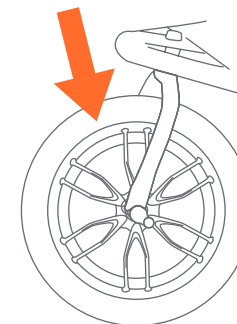

Fig. 23
23) • Soulevez la roue avant du sol et frappez brusquement sur le dessus du pneu (Fig. 23). La roue ne devrait pas être branlante ou se détacher.